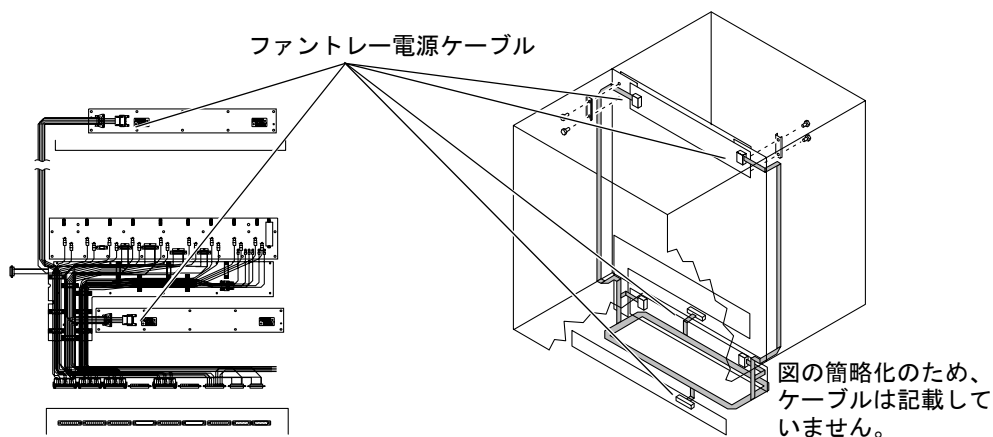

図 16-11 ファントレー電源ケーブル
4. ファントレーの下からシステム内部に手を入れ、48 VDC 電源ケーブル部品を、コネクタ留め具に装着された 2 つのファントレー電源ケーブルコネクタに固定している、4 本 (各コネクタに 2 本) のオスのジャックねじを緩めます (図 16-11)。